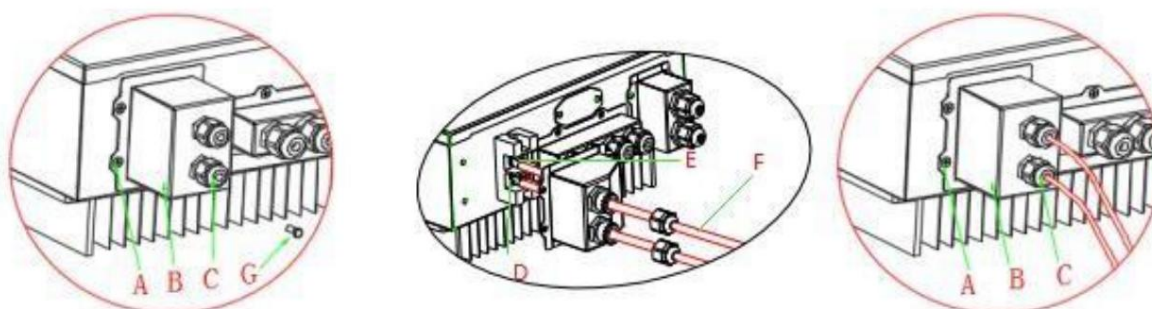

Fig. 6 Connexion de la batterie (Testez la polarité des fils de la batterie avant la connexion)
Étape 1 : Desserrez les 4 vis (A) à l'aide d'un tournevis (fig. 6) ;
Étape 2 : Retirez le couvercle étanche (B), desserrez le presse-étoupe (C), puis retirez le bouchon (G) ;
Étape 3 : Acheminez les fils de la batterie (F) à travers le presse-étoupe, puis connectez les fils de la batterie à l'aide de la borne OT (E) ;